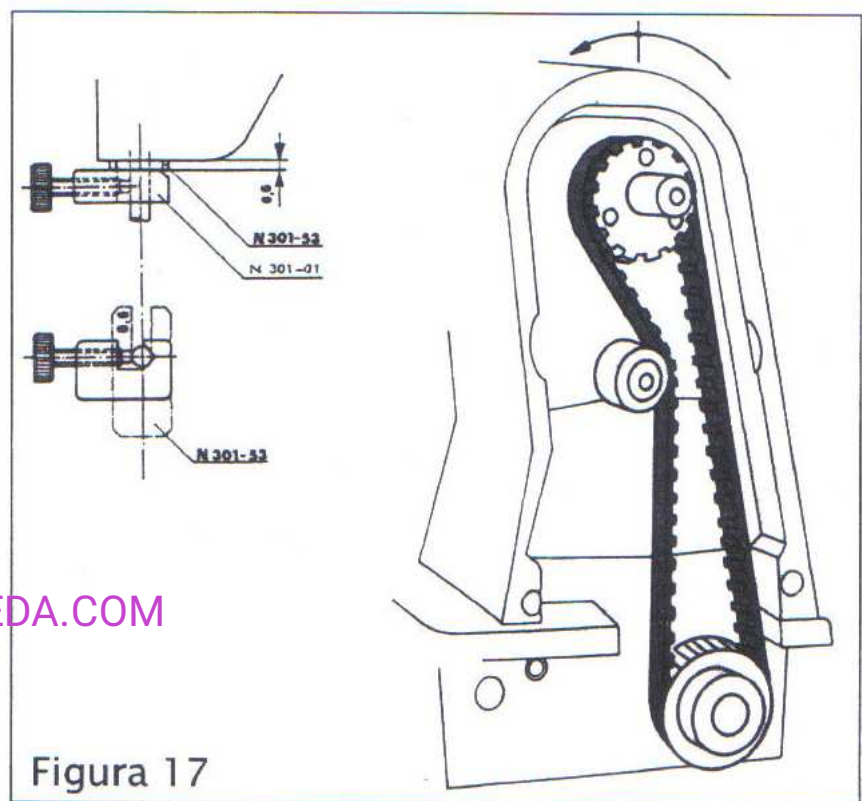

Figura 17
- Coloque la plantilla de 0,6 mm. en la barra de aguja sobre la pinza de sujeción, cuando aquella se encuentra en su P.M.I. (figura 17).